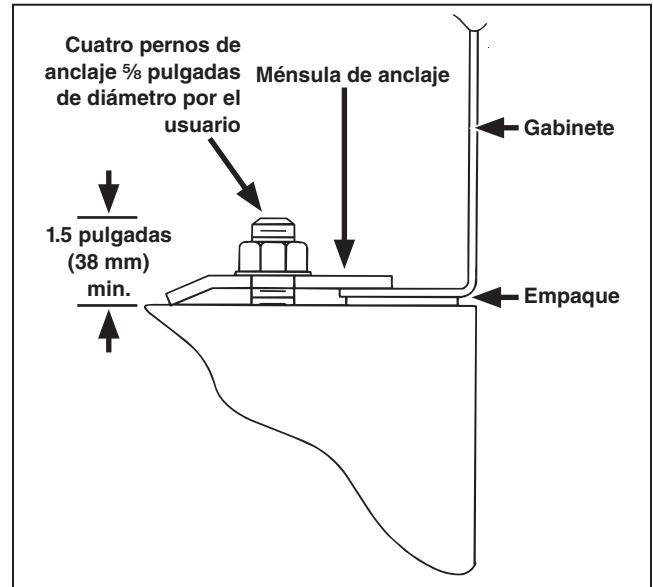

Figura 16. Colocación de las ménsulas de anclaje.
- PASO 5.** Asegure el tanque al pedestal utilizando las ménsulas de anclaje que se incluyen. Ver Figura 16 en la página 15.
- PASO 3.** Asegure el gabinete al pedestal utilizando las ménsulas de anclaje que se incluyen. Ver Figura 16.